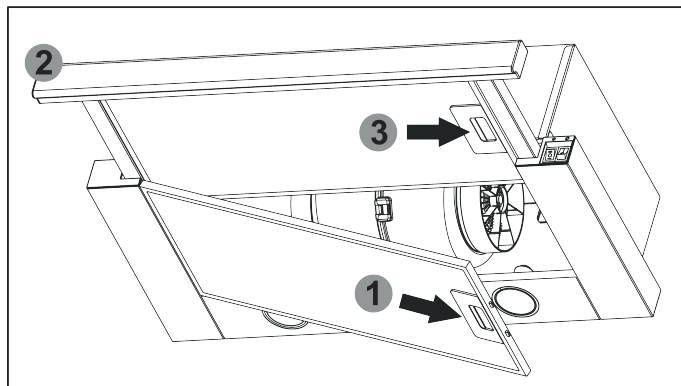

Рис.6
7.9 Для снятия алюминиевого фильтра (рис. 6) следует нажать на пружинную задвижку алюминиевого фильтра 1 и снять его. Вытянуть выдвижную панель с фильтром 2 и снять алюминиевый фильтр 3. Установка фильтра выполняется в обратном порядке.